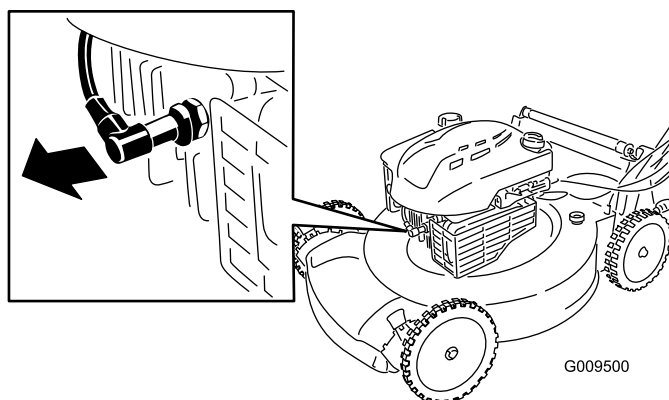

Bild 21
2. Ziehen Sie das Zündkabel von der Zündkerze (**Bild 21**) ab, bevor Sie Wartungsarbeiten ausführen.